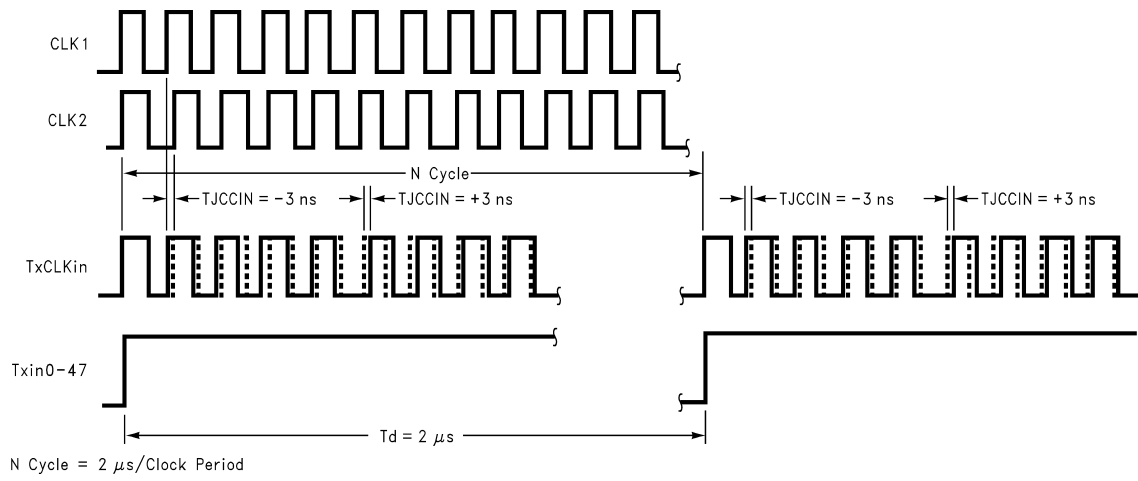

FIGURE 15. Timing Diagram of the Input Cycle-to-Cycle Clock Jitter
**Note 5:** Min 値または Max 値は、電源電圧範囲におけるベンチ・テストでのジッタ応答に基づいています。出力クロック・ジッタは、データ入力がスイッチングしているときに ± 3ns のサイクル・ジッタを持つ入力クロックを用いて測定されています (Figure 15、16 参照)。この 3ns のジッタは、現在流通している多くのグラフィック VGA チップによってクロック・エッジに影響を及ぼす、比較的悪い値に相当します。このパラメータは、弊社アプリケーション・ノート AN-1059 に述べられているシステム・マージンを求めるときに使用します。